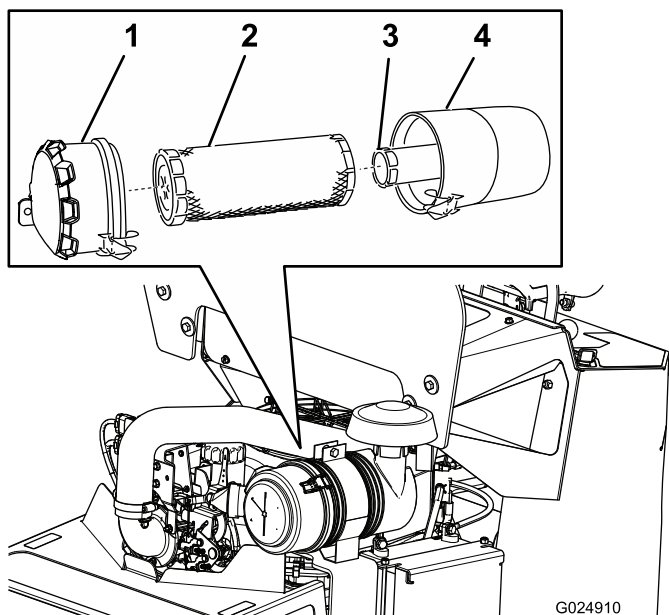

図 29
3. エアクリーナのラッチを外し、ボディーからカバーを抜き出す 図 29。
5. 次フィルタをゆっくり引き抜くようにしてエア・クリーナのボディから外す 図 29。
2. インナーフィルタを交換する場合には、十分に注意しながら、フィルタのボディに挿入する 図 29。
3. インナーフィルタにかぶせるようにして、1次フィルタを取り付ける 図 29。
4. エアクリーナのボディにカバーを取り付け、ラッチで固定する 図 29。